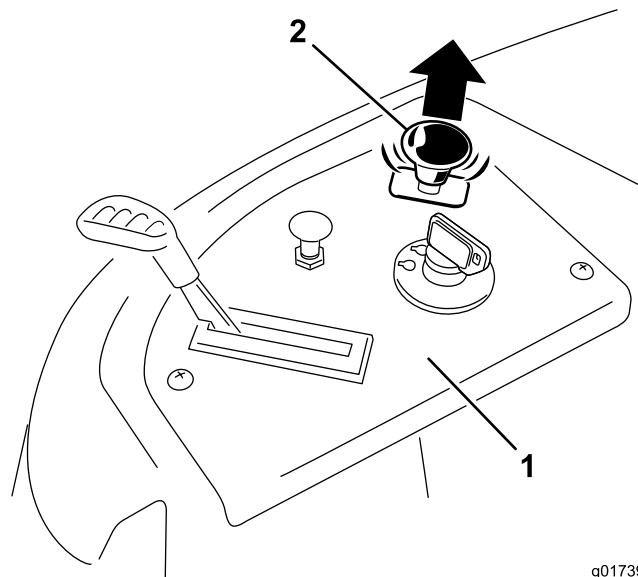

Figure 14
3. Tirez sur la commande des lames pour la placer en position engagée et engager les lames (Figure 14).